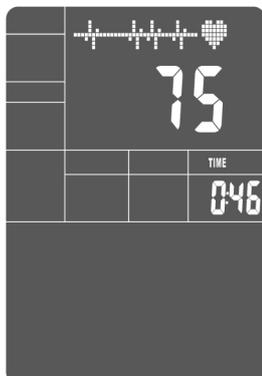

fig 22
- B. Drücken Sie die RECOVERY-Taste um den PULSE RECOVERY TEST zu starten. (s. fig 22)
- B. Press RECOVERY to enter the pulse recovery test and the computer program will enter the stop status. (See fig 22)